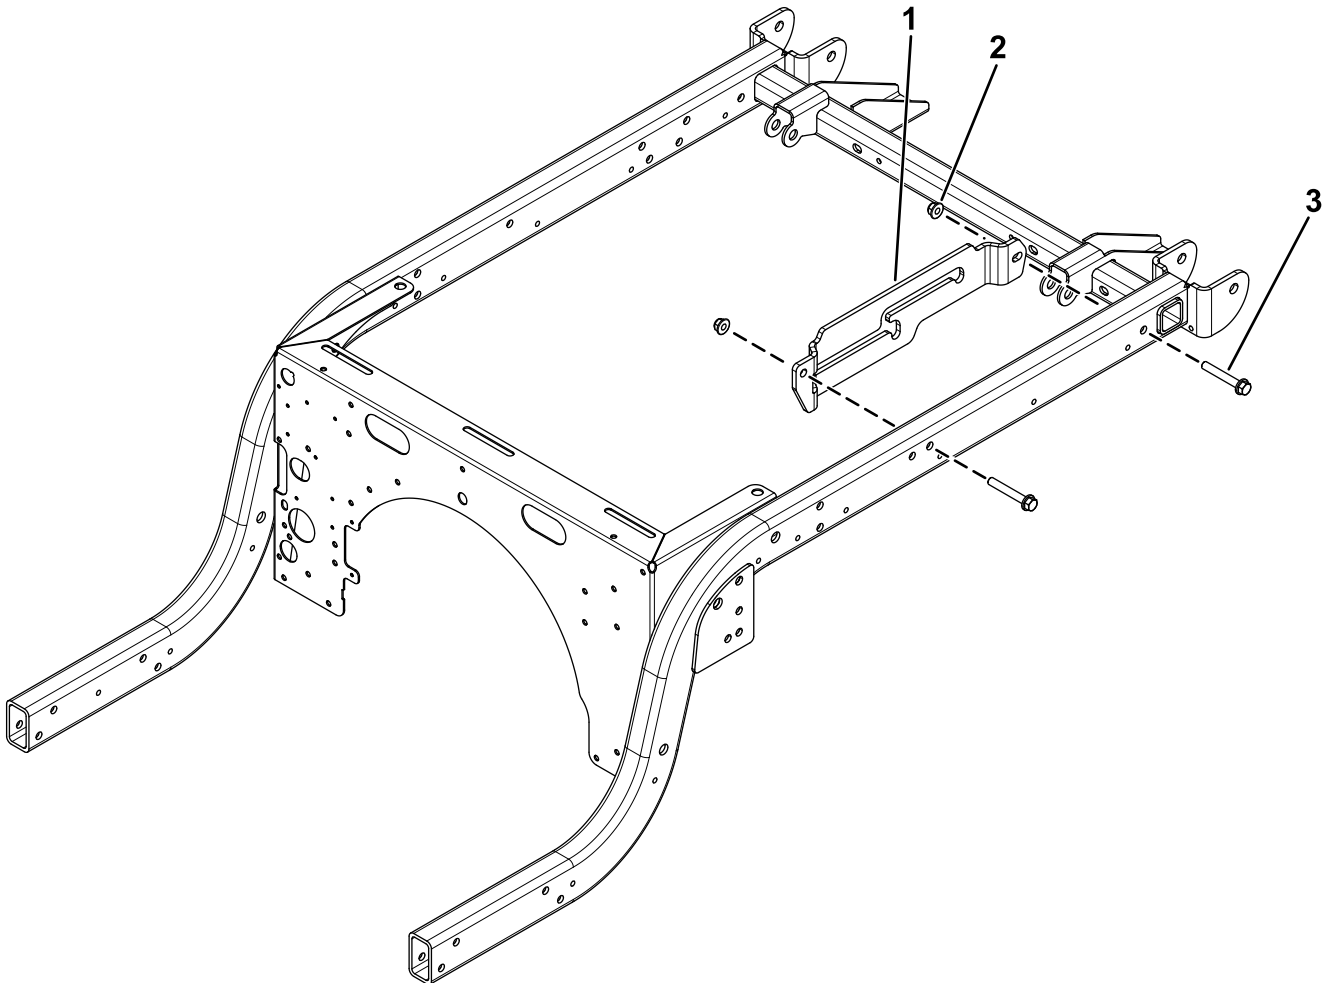

Figure 3
1. Fixez le support de béquille aux tubes de support de l'abri au moyen de 2 boulons à embase ($\frac{3}{8}$ " x $2\frac{1}{2}$ ") et 2 contre-écrous ($\frac{3}{8}$ "), comme montré à la Figure 3.